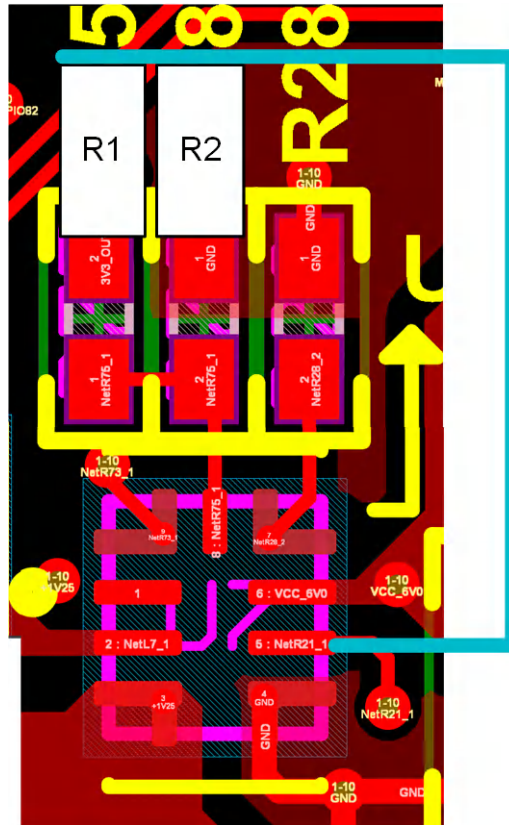

图 5-2. 针对上电的硬件修改公告
- 如图 5-2 所示，在 R1、R2 和 U7.5 之间添加蓝色导线。